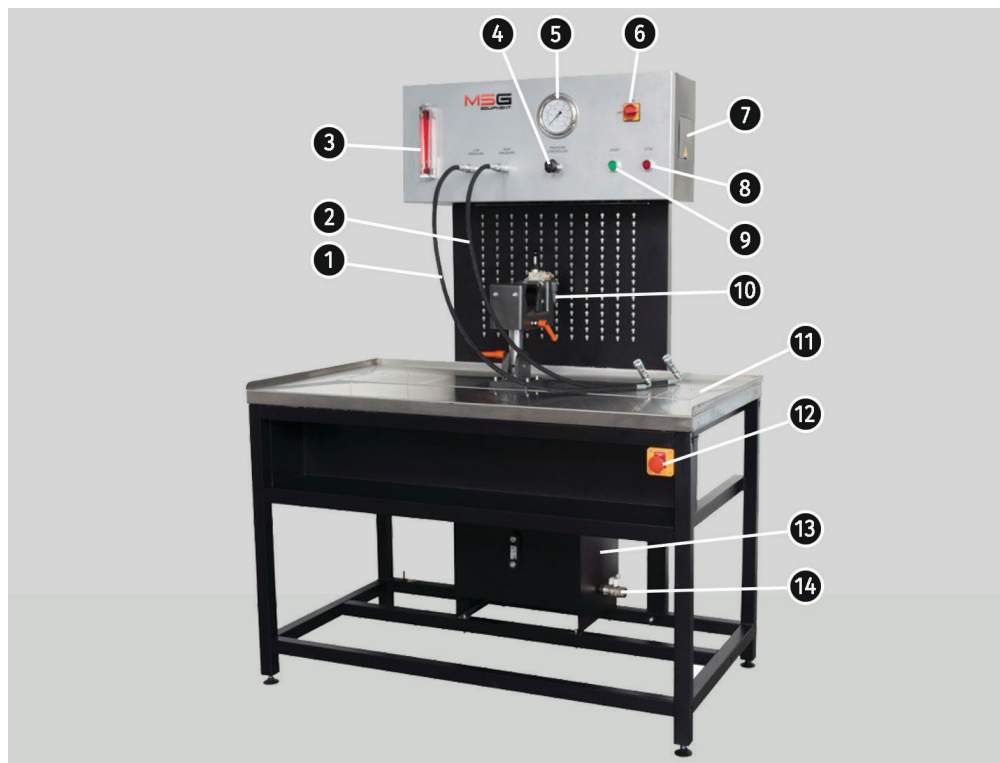

Figura 1. Elementos básicos de la máquina
3) Encender el interruptor automático – relé de tensión (ver pos. 7 en la figura 1).